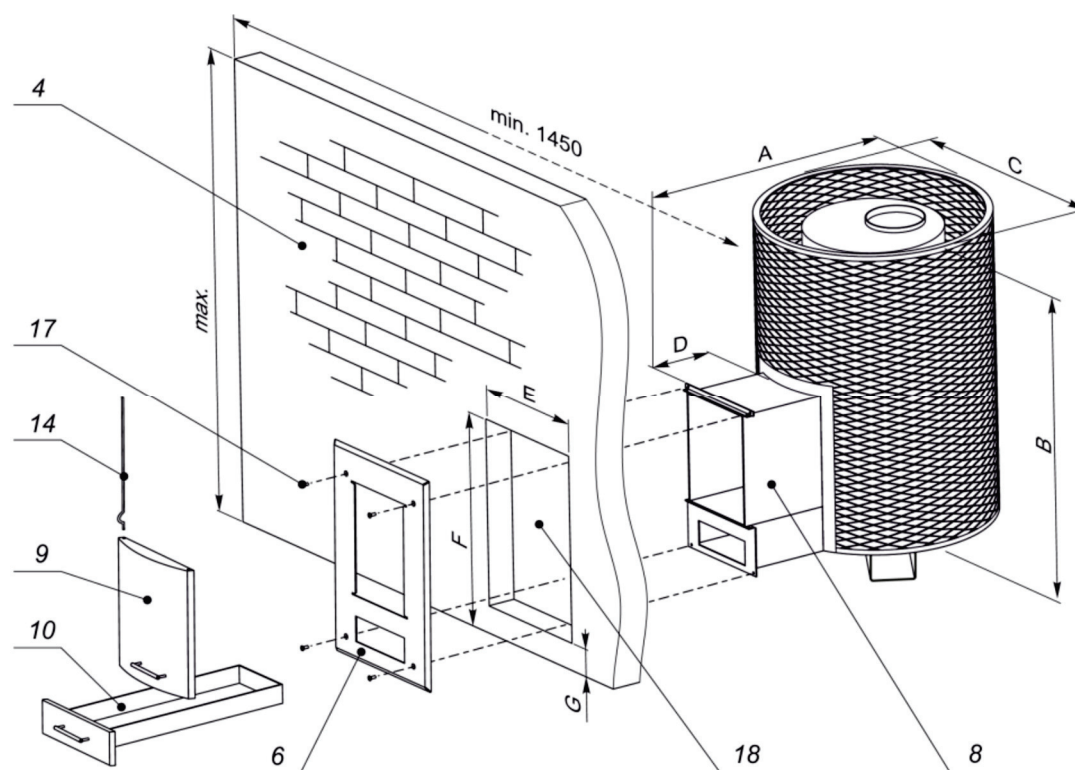
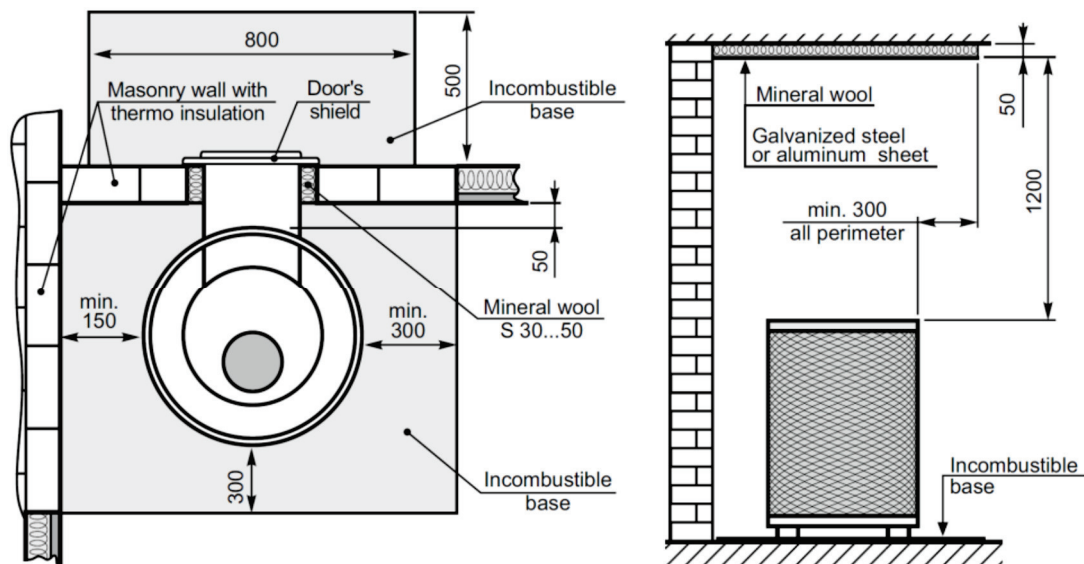

Bild 3 - Verlängerung des Brennstofftunnels durch die Wand in einen anderen Raum
Bild 5 – Mindestaufstellabstände
- Vor dem Feuerraum muss eine nicht brennbare Unterlage von 500 x 800 mm vorhanden sein (siehe Bild 5).
- Die Mindestabstände zwischen den Wänden und der Decke des Ofens und der Sauna sind in Bild 5 dargestellt. Die empfohlenen Abmessungen der gemauerten Wand sind in Bild 3 dargestellt.
- Die Holzdecke muss mit einer mindestens 50 mm dicken Mineralwolle isoliert und mit einem verzinkten Stahl- oder Aluminiumblech abgedeckt sein (siehe Bild 5).